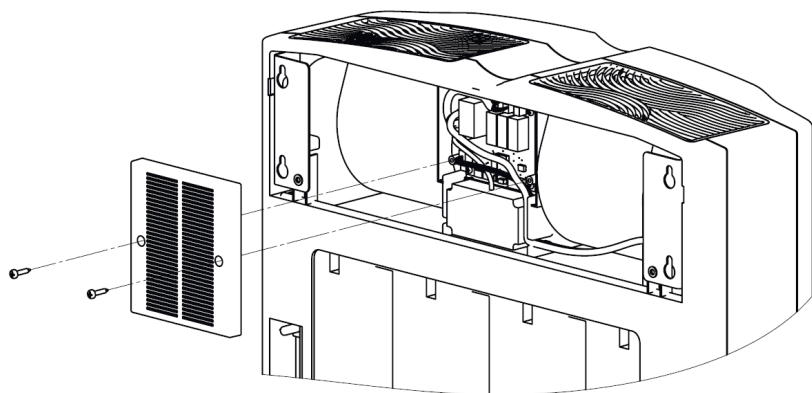

Рисунок 24. Крышка блока электрики
12. Открутите 2 винта, фиксирующие крышку блока электрики, и снимите ее (рисунок 24).